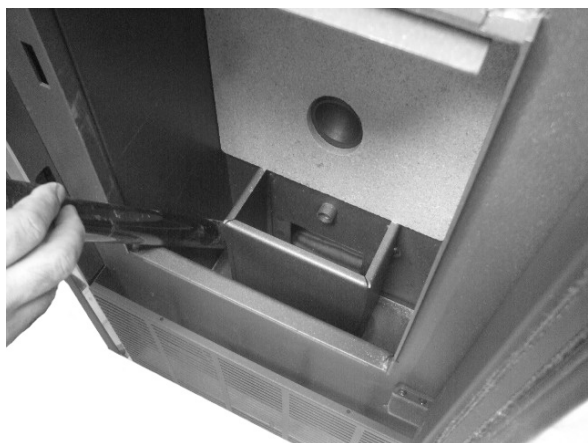

Fig. 25 - Czyszczenie miejsca na ruszt paleniskowy
- Z miejsca na ruszt paleniskowy i szufladę na popiół usunąć i zassać ewentualny popiół, który mógł zgromadzić się wewnątrz (patrz **Fig. 25**).